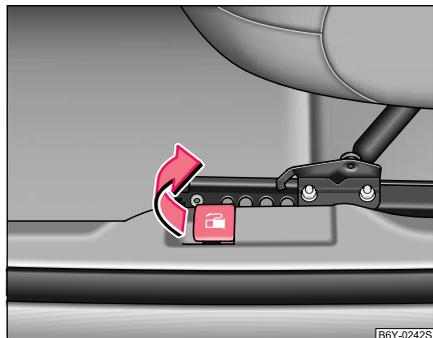

Abb. 121 Öffnungshebel der Tankklappe
- Die Tankklappe öffnen Sie durch Ziehen des Betätigungshebels* neben dem Fahrersitz \Rightarrow Abb. 121 bzw. Abklappen am Kraftstoff-Einfüllstützen.
- Schrauben Sie den Tankverschluss linksherum heraus und setzen Sie ihn von oben auf die Tankklappe \Rightarrow Abb. 121.